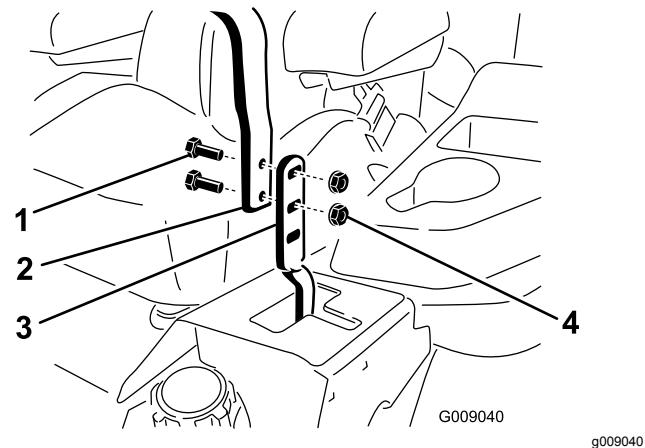

Figura 59
2. Desaperte os parafusos e as porcas flangeadas que fixam os manípulos às alavancas (Figura 59).